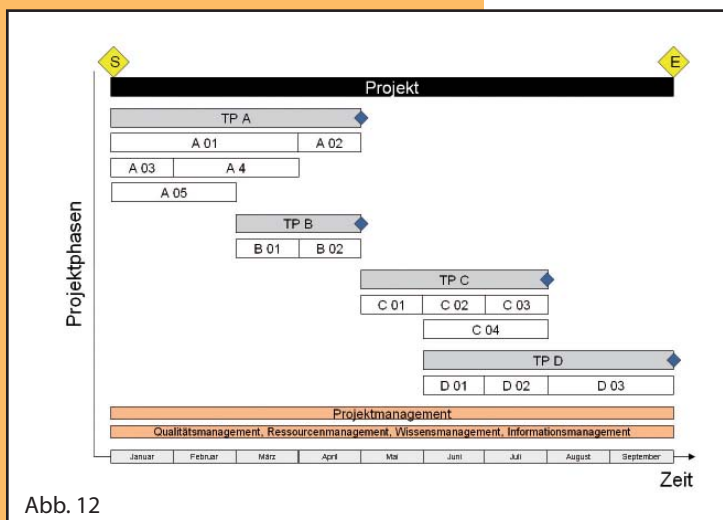

Abb. 12
- Abb. 12 – Projektphasenplan (Balkenplan)